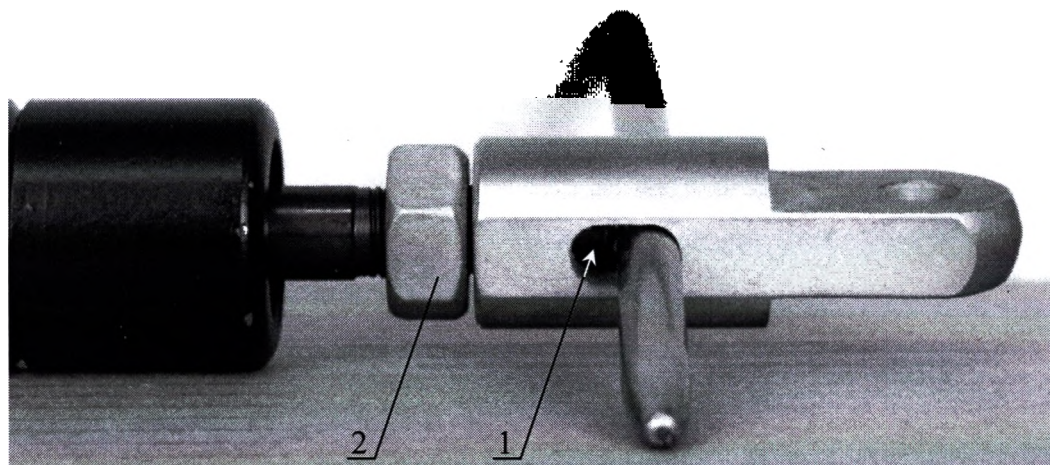

Рисунок 12. Регулировка газовых пружин.
12.4.2 Вставьте пруток Ø5 в паз пружины (Рисунок 12) и верните головку до соприкосновения с фиксатором пружины 1, затяните гайку 2.